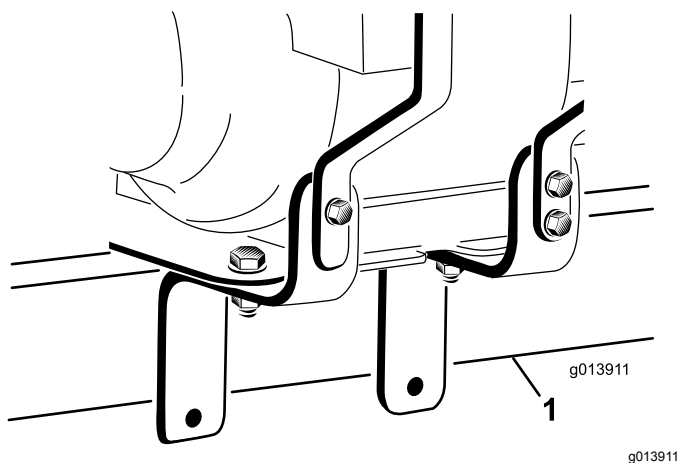
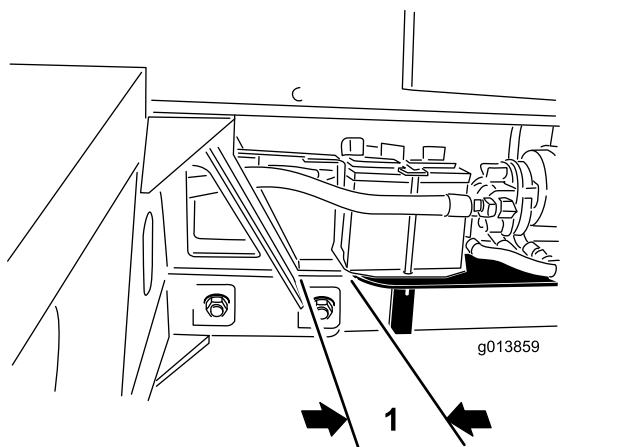

Figure 5
Figure 6
2. Boulon de fixation de batterie (2)
20. Le moteur étant lourd, il peut être difficile à positionner. Avec l'aide d'une autre personne, positionnez le moteur sur le tube d'attelage du ProPass. Vérifiez que les supports du moteur passent sur le tube d'attelage (Figure 5) et que l'arrière de la plaque de montage se trouve à environ 25 mm du récepteur du tube d'attelage du ProPass (Figure 6).